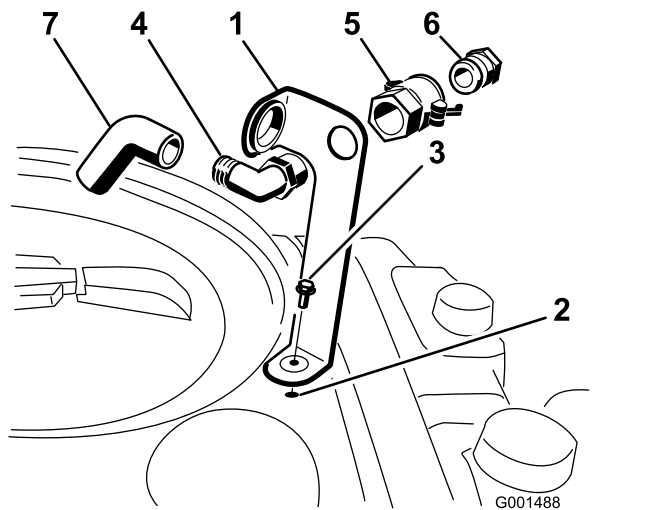

Figura 3
com um parafuso de cabeça flangeada (5/16 x 3/4 pol.), como se mostra na Figura 3.
2. Coloque a parte roscada da ligação de cotovelo de 90° no suporte e aparafuse o acoplador rápido, fixando-o ao suporte (Figura 3).
3. Instale o adaptador da tubagem no acoplador rápido (Figura 3).
4. Bloqueie o adaptador na posição correta, girando as alavancas em direcção ao adaptador, e depois fixe-as com os pernos de gancho (Figura 3).
5. Coloque o tubo antissifão pela abertura larga no suporte e pela extremidade dentada da ligação de cotovelo de 90° (Figura 3).